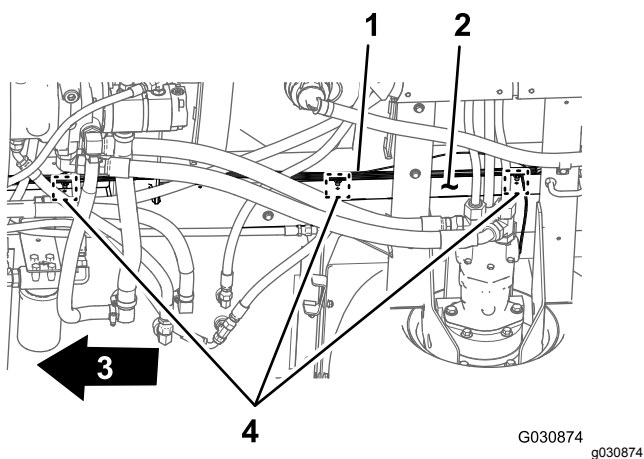

図 85
チューブに沿って前方へ延ばす 図 85。
4. 後方ワイヤハーネスの 203cm の枝線の押し込み型ファスナを、右側フレームチューブの穴に差し込む 図 85 この穴は、古い後方ワイヤハーネスを取り外した跡の穴ステップ 3 前ハーネスと後ろハーネスの接続を外す (ページ 12) を参照。